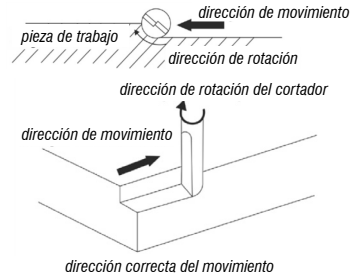

Fig. 6 – Fresado cantos y bordes
3. Mueva la rebajadora en el sentido indicado en la Fig. 6, manteniendo la rebajadora nivelada y con avance suave y constante para un mejor acabado.